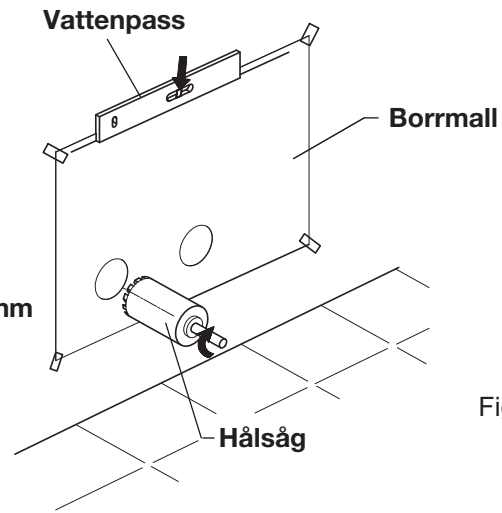

Fig. 1
- Placera bormmallen mot vägg, och se till att den är i våg. (Fig. 1)